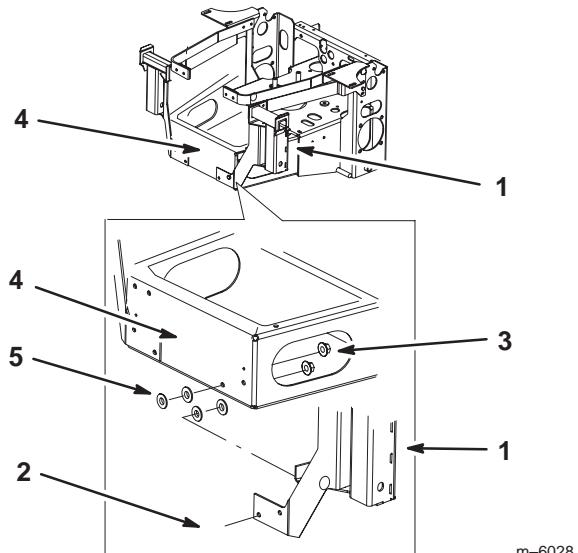

Bild 8
6. Befestigen Sie die Graskollektorbefestigungshalterung mit zwei Schrauben (5/16 x 3/4 Zoll), vier flachen Scheiben (5/16 Zoll) und zwei Bundmuttern (5/16 Zoll) an der hinteren unteren Stoßstange (Bild 8).